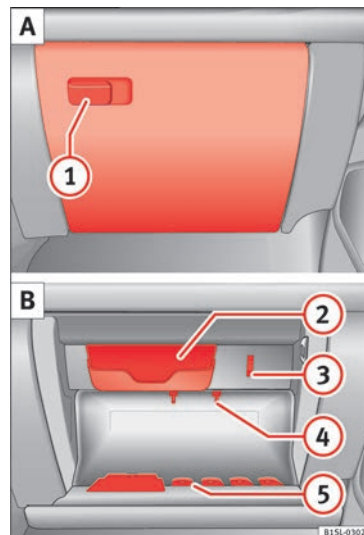

Bild 123 Förvaringsutrymme med lucka på passagerarsidan
Dra i spaken för att *öppna* » bild 123 ①.